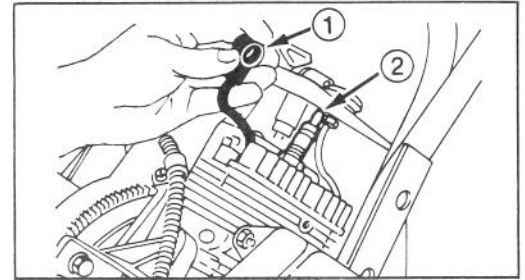

Fig. 12
2. ENLEVEMENT DE LA BOUGIE (Fig. 12) — Retirez le fil de haute tension de la bougie et sortez cette dernière du moteur. Examinez la bougie et remplacez-la si elle est fendue, encrassée ou sale. NE LA PASSEZ PAS AU JET DE SABLE, NE LA GRATTEZ PAS ET N'ESSAYEZ PAS DE LA NETTOYER CAR DES PARTICULES POURRAIENT SE DETACHER ET